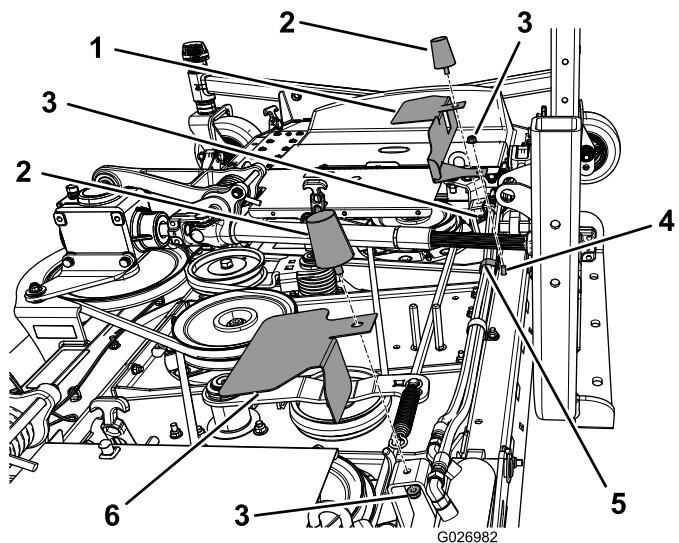
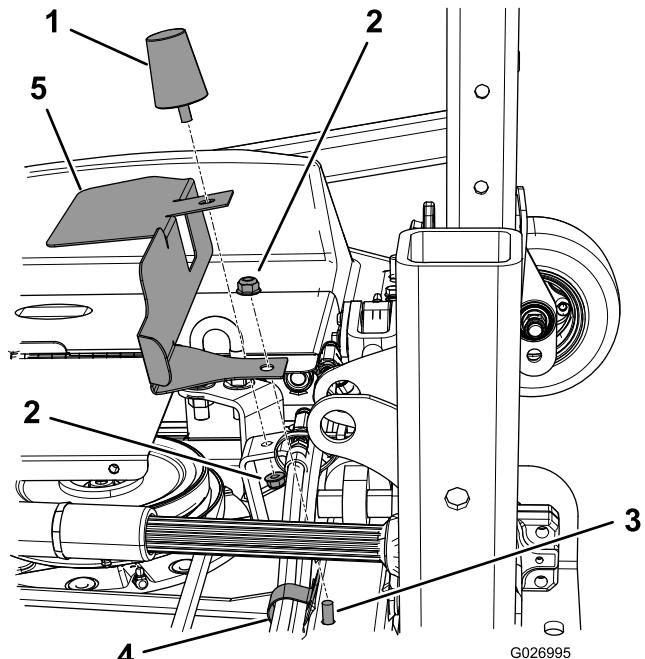

Figura 4
Figura 5
1. Retire los topes derecho e izquierdo (Figura 4).
3. Instale los protectores según se indica en Figura 4 y Figura 5.